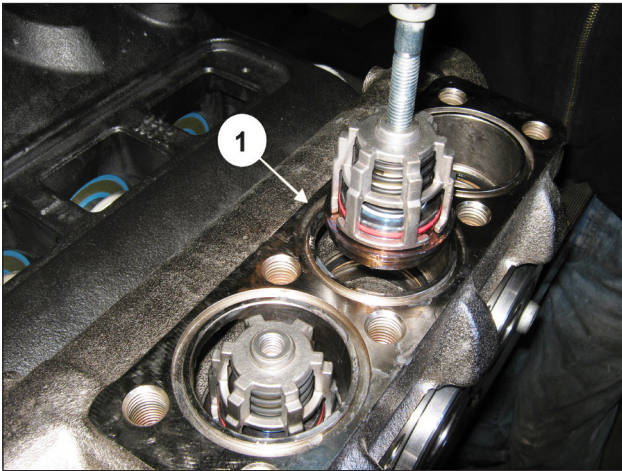

Abb. 144
Setzen Sie die Druckventilgruppe ein (Pos. ①, Abb. 144).